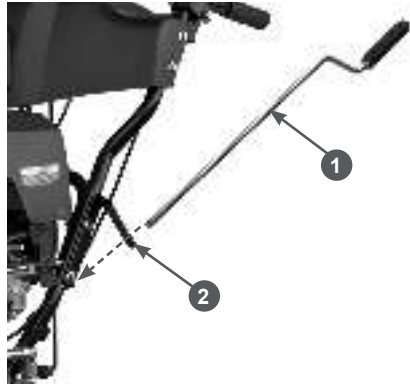

Рис. 23 Установка рычага управления поворотом жёлоба
- вставьте и проденьте рычаг 1 через опорный кронштейн 2 на стойке рукояток, как показано на Рис. 23;